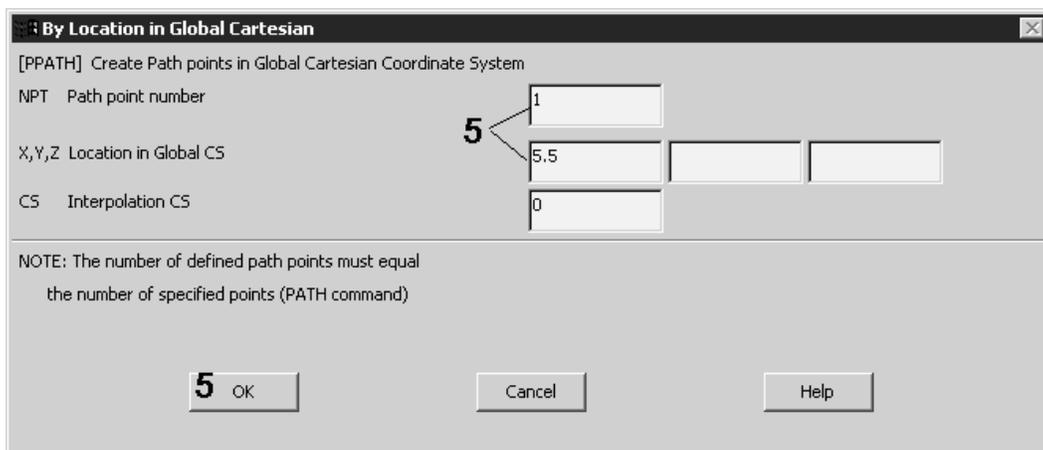

图 12.26
4. 在对话框中的 Define Path Name (定义路径名) 文本框中输入路径名“radial”，其余 设置保持缺省，单击 **OK** 按钮关闭对话框。将弹出 By Location in Global Cartesian (在全局直角坐标系中创建路径点)对话框，如图 12.26 所示。
6. 重复步骤 5 的操作。在重新弹出的图 12.26 所示对话框中，指定路径点序